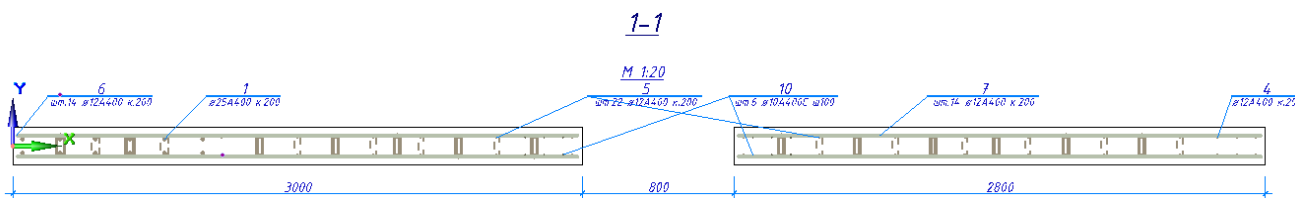

Рис. 24.24. Розріз діафрагми Дж\_2 з маркуванням
- При необхідності, відредагуйте положення (рис. 24.24).